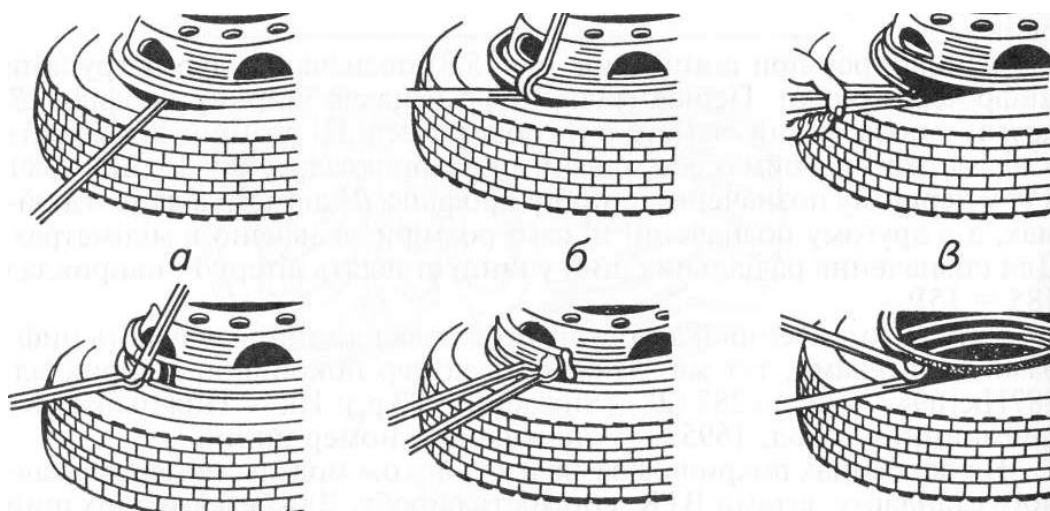

Рис. 2. Послідовність демонтажу шини:
Д е м о н т а ж шини (рис. 2.) здійснюють у такій послідовності: повністю випускають повітря з камери; відтискують борт покритишки від диска колеса, користуючись прямою лопаткою й лопаткою з кривим захватом; спочатку прямою, а потім обома лопатками відтискають замкове кільце й виймають його; далі, перевернувши шину, виймають із неї диск колеса.
- повільно повернути колесо проти годинникової стрілки й підпустити; коли воно зупиниться, нанести крейдою вертикальну мітку / (рис. 2, б), що визначає верхню точку колеса;
- повернути поштовхом колесо за годинниковою стрілкою й після мого зупинки також позначити верхню точку крейдяною вертикальною лінією //, поділити найкоротшу відстань між мітками / т а II навпіл і нанести мітку III. Це й буде найлегше місце колеса (рис. 2, б);
- установити по обидва боки мітки III малі балансувальні тягарці (рис. 2, в) масою 30 г, які своєю пружиною входять під борт покришки й утримуються на ободі;
- відсовуючи тягарці на однакові відстані А від мітки III (рис. 2, г), слід домогтися рівноваги колеса, коли воно після поштовху рукою зупинятиметься в різних положеннях (залежно від прикладеного зусилля);